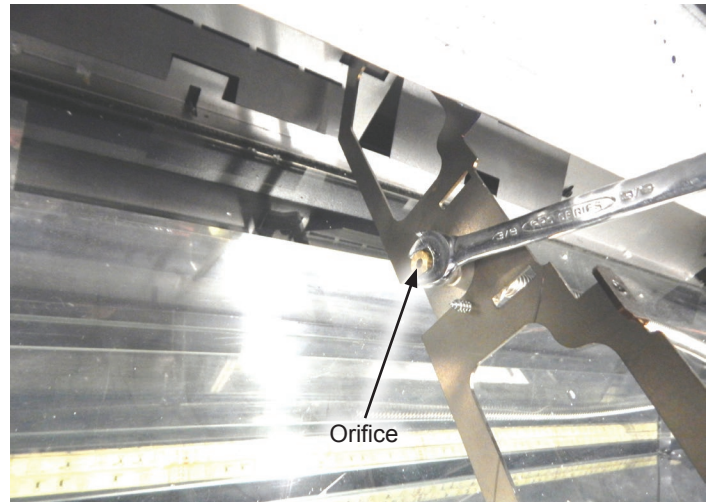

Figure 6
12. À l'aide d'une clé de 3/8 po, retirer l'orifice # 50 du porte-orifice et le jeter. **Voir Figure 6.**
13. Poser le nouvel orifice #31 dans le porte-orifice. Ne pas trop serrer. **Voir Figure 6.**